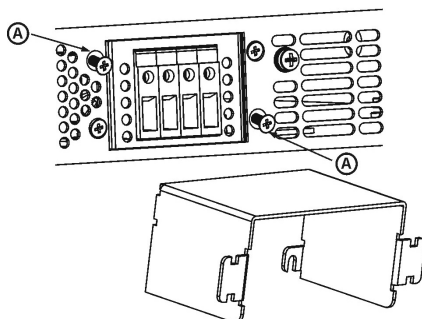

Рис.3-8: Сборка защитного кожуха
4. На пол-оборота ослабьте на шасси два винта с маркировкой «А», как показано на Рис. 3-8.
5. Смонтируйте защитный кожух с шасси и затяните два винта, чтобы закрепить экран на шасси (см. Рис. 3-8). Момент затяжки винтов: 4,8-5,3 фунта/дюйм.